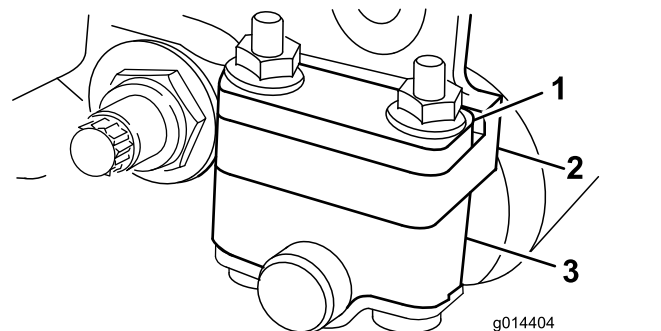
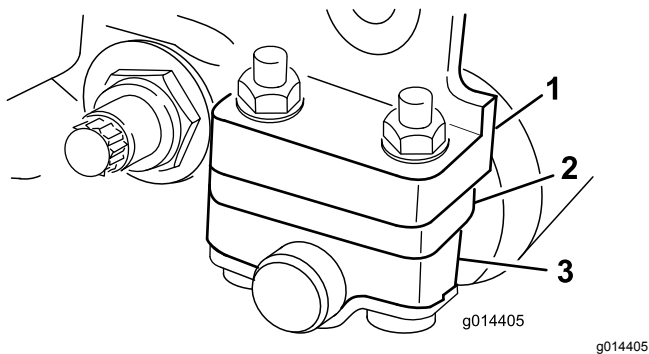

Bild 15
Bild 16
Abhängig von dem gewünschten Schnitthöhenbereich, müssen Sie die Heckrollenhalterungen (Bild 15 oder Bild 16) auf die niedrige oder hohe Stellung einstellen:
- Legen Sie das Distanzstück über den Montageflansch der Seitenplatte (Werkseinstellung), wenn die Einstellungen für den Schnitthöhenbereich zwischen 1,5 mm und 6,0 mm liegen, wie in Bild 15 abgebildet.
- Positionieren Sie das Distanzstück unter den Montageflansch der Seitenplatte, wenn die Einstellungen für den Schnitthöhenbereich zwischen 3 mm und 25 mm liegen, wie in Bild 16 abgebildet.
4. Legen Sie die Distanzstücke je nach Bedarf über oder unter den Rollenhalterungen auf die Schrauben (Bild 15 oder Bild 16).